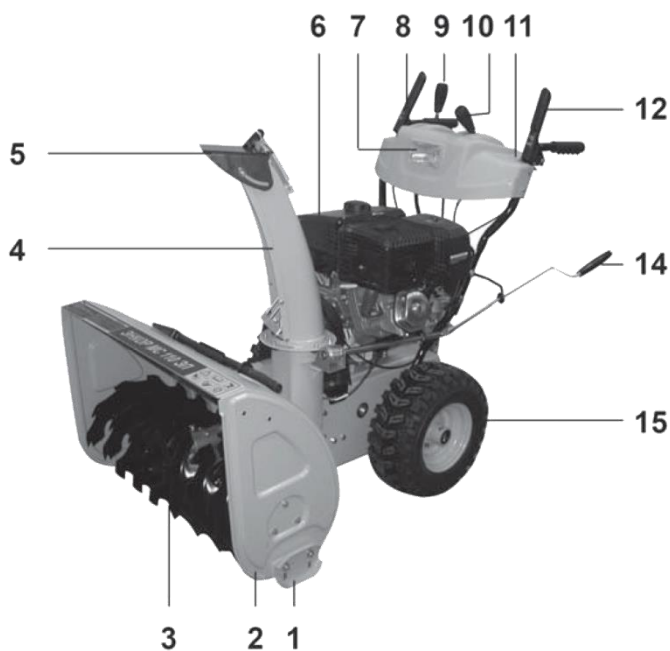
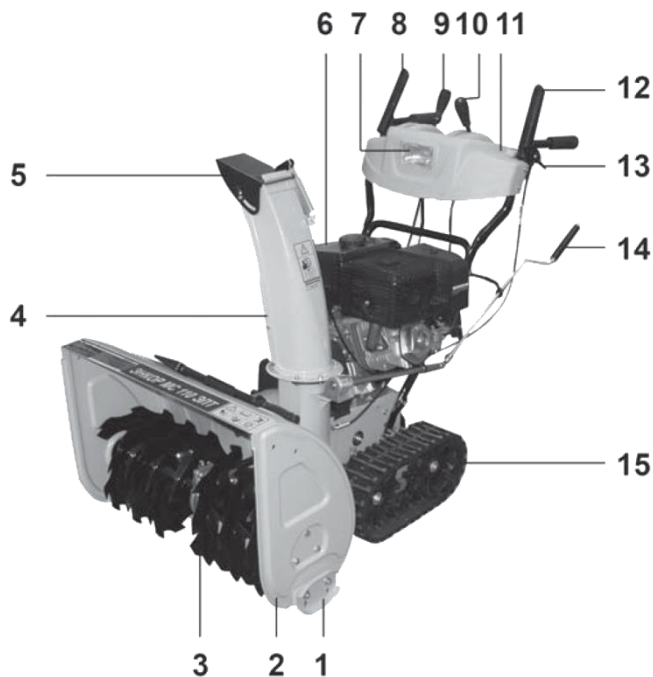

Рис. 3
Рис. 4
5.1 Устройство снегоборщника представлено на Рис. 3 и Рис. 4.